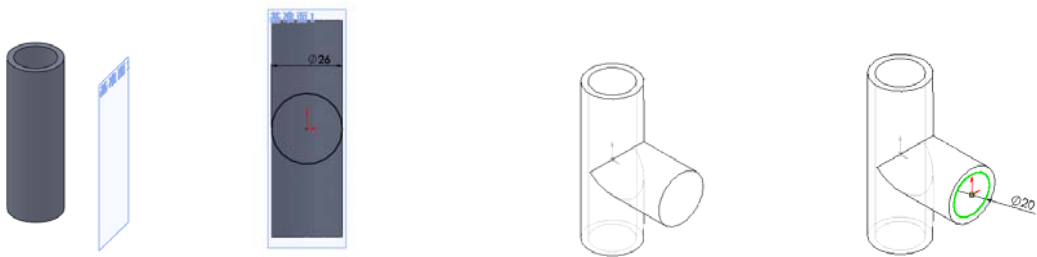

图4-55 插入基准面 图4-56 绘制凸台轮廓 图4-57 隐藏基准面1后的凸台特征 图4-58 绘制拉伸切除轮廓
**②** 在[基准面]属性管理器上的微调框中设置等距距离为40mm。
**③** 单击按钮，生成基准面1，如图4-55所示。
**①** 绘制草图。